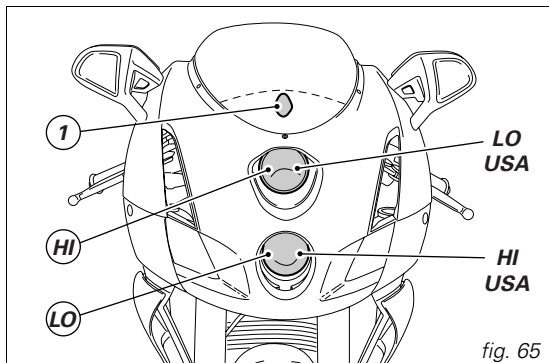

fig. 65
Avant d'effectuer le remplacement d'une ampoule grillée, assurez-vous que les valeurs de tension et de puissance de l'ampoule de rechange sont celles indiquées dans le paragraphe « Système électrique » page. 92. Vérifiez toujours le fonctionnement de l'ampoule neuve avant de reposer les pièces déposées. La fig. 65 montre l'emplacement de l'ampoule du feu de croisement (LO), de route (HI) et de position (1).